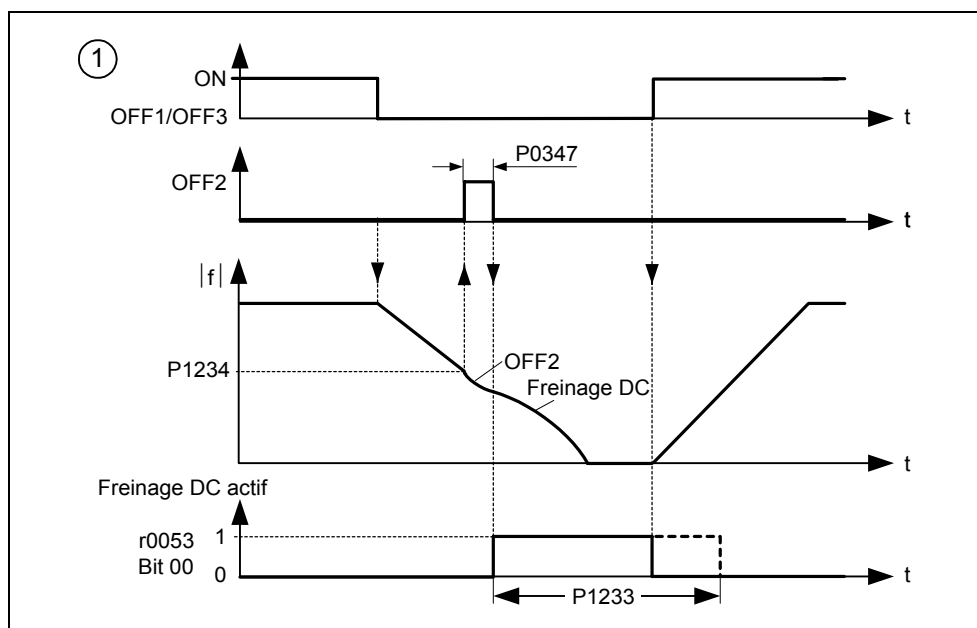

Figure 3-73 Freinage CC après ARRET1 / ARRET3
2. Activation du freinage CC avec l'ordre ARRET1 ou ARRET3 (voir Figure 3-73)